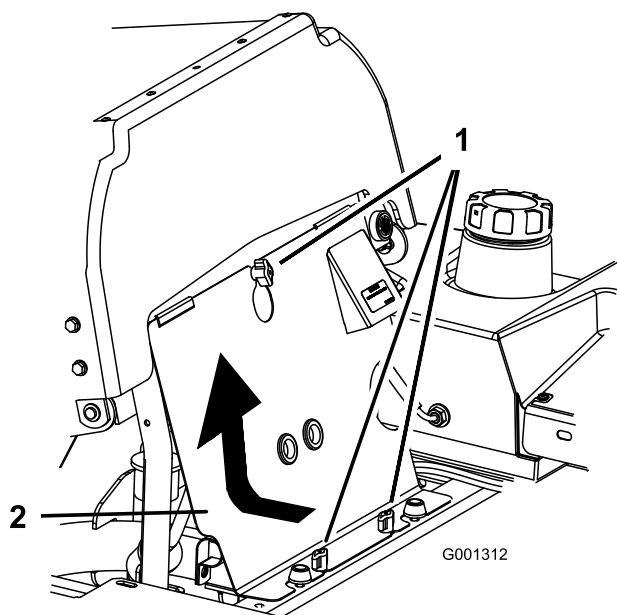

Figura 71
3. Allentate le manopole del pannello anteriore del motore e rimuovete il pannello (Figura 71).